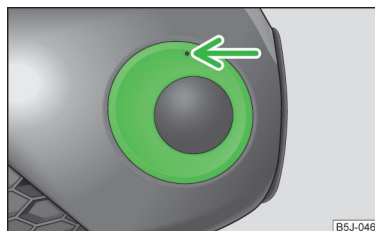

Fig. 162 Bara de protecție față: Roomster Scout
► În orificiul de deasupra proiectorului de ceață, introduceți » fig. 162 etrierul din sârmă » pagina 162, *Trusa de scule* și extrageți capacul.